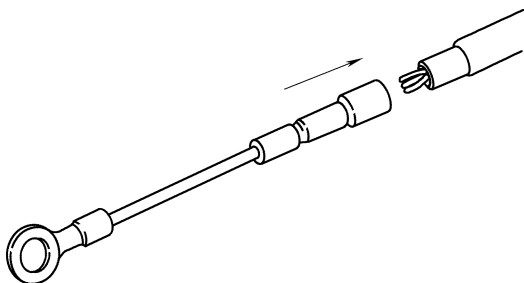

图 6-71 将维修导线压接在裸线上
(1) 触针更换
① 从插头后部拆卸 2 个卡箍螺栓, 逆时针方向转动插头座圈, 使两片分开。
② 使用表 6-1 介绍的 Deutsch 插头专用拆卸工具, 从插头中拆下触针。在安装新的维修导线前, 进行测试装配, 确保导线的规格正确。
③ 将专用工具推入插头约 25mm, 直到碰到端子的凸缘。
④ 用工具夹持住端子凸缘, 从插头中拉出导线和连接触针, 应记录下触针拆下时的针孔位置。
⑤ 用压线钳剪掉 127mm 的带触针的导线, 从导线上剪去 6mm 的绝缘层。
⑥ 使用压线钳将维修导线压接在裸线上, 如图 6-71 所示。
⑦ 使用热风枪加热导线四周的收缩管, 管收缩并使插头防水。
⑧ 将触针插入插头孔中, 触针应卡到位将导线固定在插头内, 轻拉导线确定导线已在插头中插好。
⑨ 安装好卡箍螺栓, 拧紧力矩为 $1\text{N} \cdot \text{m}$ 。